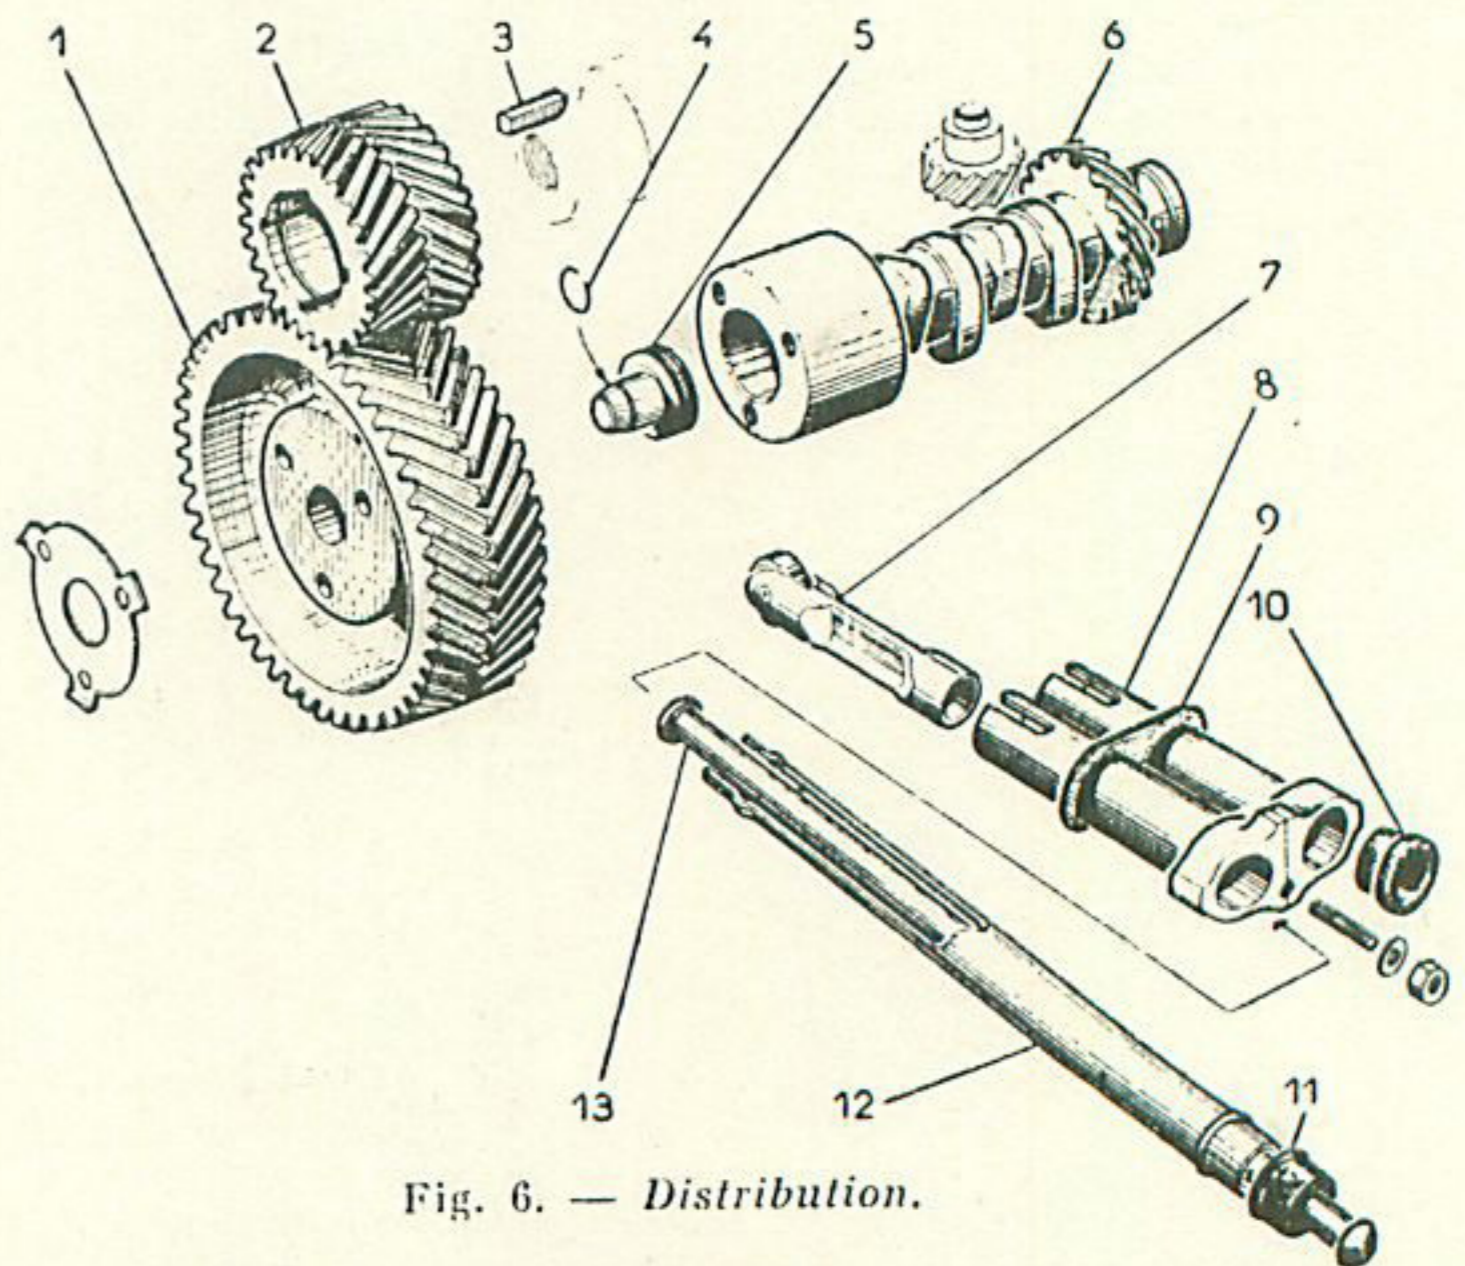

Fig. 6. — Distribution.
- Défreiner et déposer les trois vis fixant la roue d'arbre à cames (1) (fig. 6).
- Dégager les tiges de commande des culbuteurs (13) (fig. 6), les tubes de protection (12) et les joints caoutchouc (10 et 11).
- Sortir l'arbre à cames et déposer le piston du manoccontact (5) (fig. 6).
- Vérifier l'état des galets ; ceux-ci doivent pouvoir tourner sans jeu et sans serrage (fig. 6).
- Huiler l'ensemble et le monter dans le guide (8) et s'assurer que le galet n'est pas gêné par la fente du guide poussoir ; sinon, retoucher la fente à la lime douce. Même procédé pour les autres poussoirs et guides.